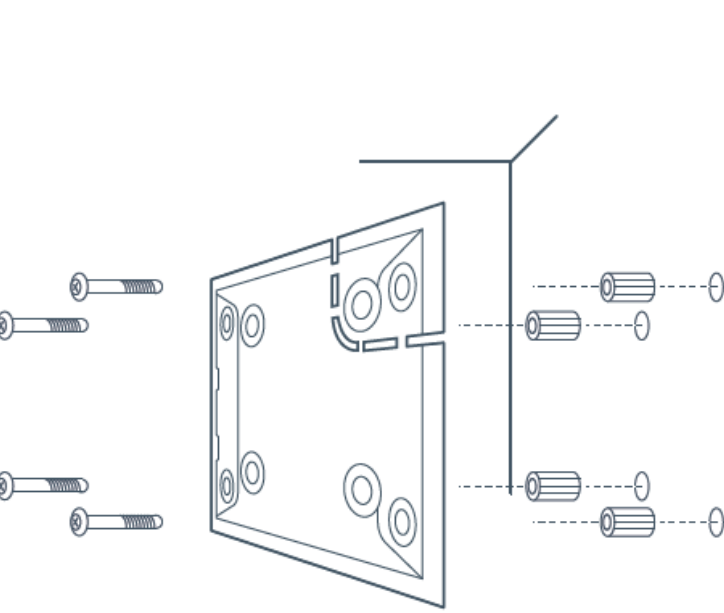

IMAGEN 2.
5.3 Instale la abrazadera de fijación plástica *SmartBracket* en la pared con la ayuda de pernos de expansión y tornillos autoperforantes incluidos en el juego (IMAGEN 2). La altura sugerida para la instalación del sensor es de 2.4 m).